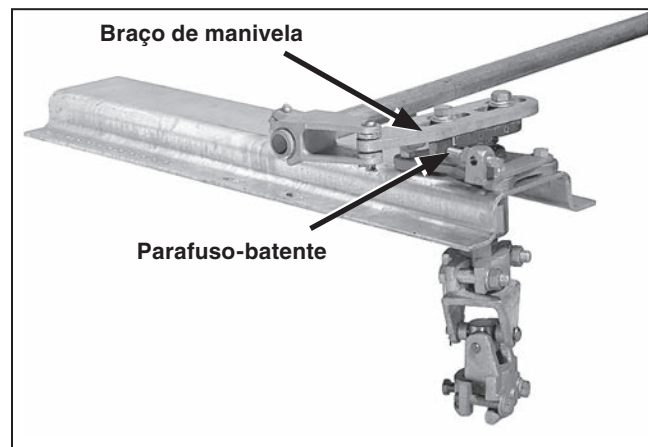

Figura 10. Braço de manivela apoiado no parafuso-batente.
- PASSO 7.** Assegure-se que cada braço de manivela toca em seu parafuso-batente. Ver Figura 10.